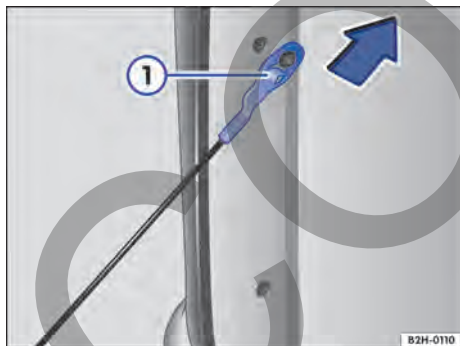

Fig. 51 Desenganchar el cable de sujeción del portón de carga.
4. Tire del cable de sujeción hacia arriba, en el sentido de la flecha y hasta el tope, y desengánchelo → Fig. 51.
4. Tire del cable en el sentido contrario al de la flecha, hasta el tope → Fig. 51.